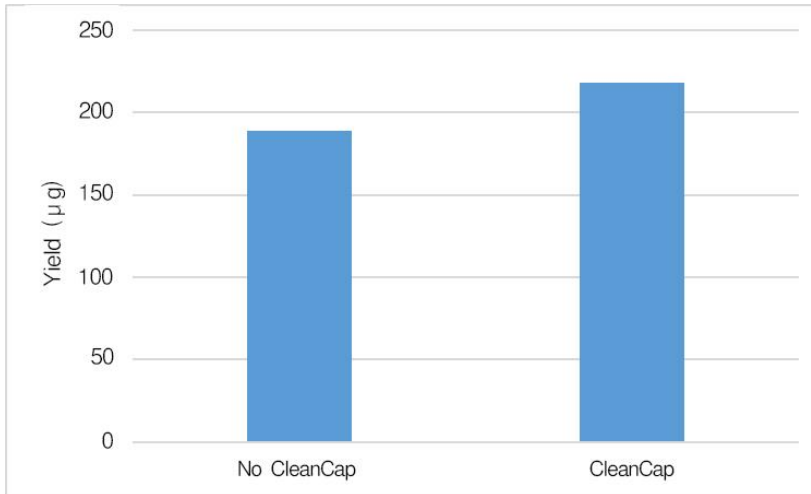

图 4 A. 使用 CleanCap Reagent AG(3' OMe)时的 RNA 产量
* 3: 使用 CleanCap Reagent AG[或 CleanCap Reagent AG (3' OMe)]时，请按照与 NTP 为 4/5 摩尔比（最终浓度 8 mM）进行使用（参照图 4 A/B）。